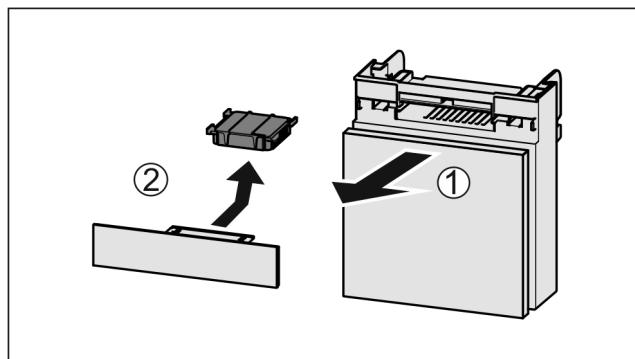

Fig. 186
- Издърпайте Fig. 186 (1) напред от делението.
- Извадете Fig. 186 (2) филтъра с активен въглен.